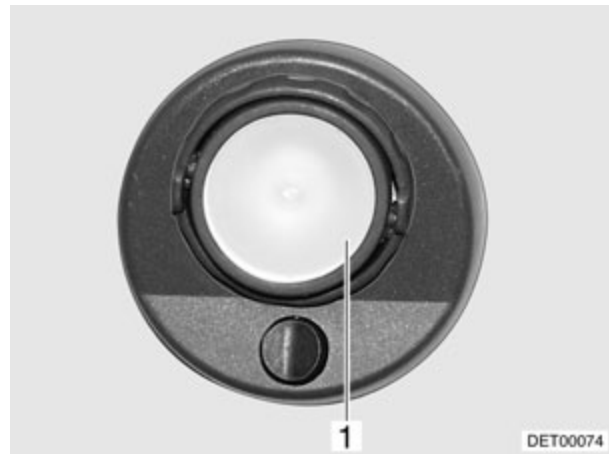

Fig. 201 Lámpara halógena de la cabina del conductor (modelo I)
- Sacar la cubierta de vidrio (Fig. 201,1) con cuidado, haciendo palanca con una herramienta apropiada (p. ej. destornillador) y retirarla.